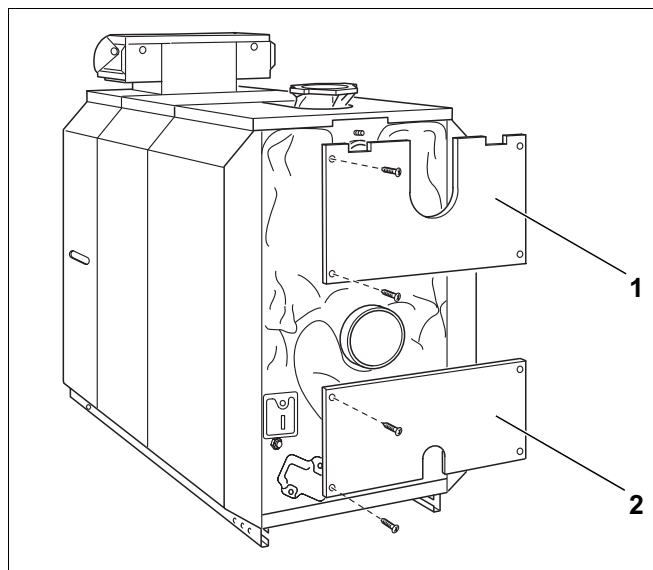

Fig. 46
- Skru den øvre kjelbakveggen (fig. 46, **pos. 1**) sammen med toplaten bak og med sideveggene.
- Skru den nedre kjelbakveggen (fig. 46, **pos. 2**) fast til sideveggene med innsnittet for påfyllings- og tappestussen pekende ned.
Skrueene er til dels dekket av deksler (se lupe i fig. 46 på side 25) og kan først løsnes via åpnin-gene i forveggen etter at de to fremre sidevegg-delene (med håndhull) er fjernet.